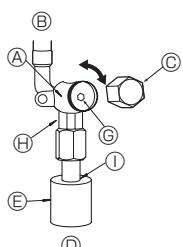

Fig. 4-5
(1) Γραμμή αερίου (Fig. 4-5)
- ① Βγάλτε το καπάκι και περιστρέψτε το στέλεχος της βαλβίδας προς τα αριστερά έως το τέρμα χρησιμοποιώντας ένα εξαγωνικό κλειδί 5 χλστ. Σταματήστε να περιστρέψετε έως ότου φτάσει στον αναστολέα.